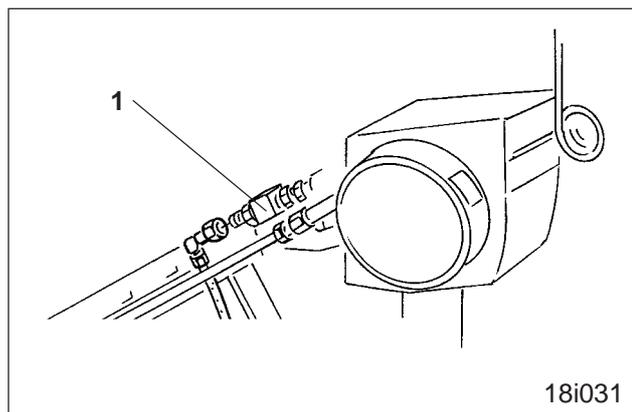
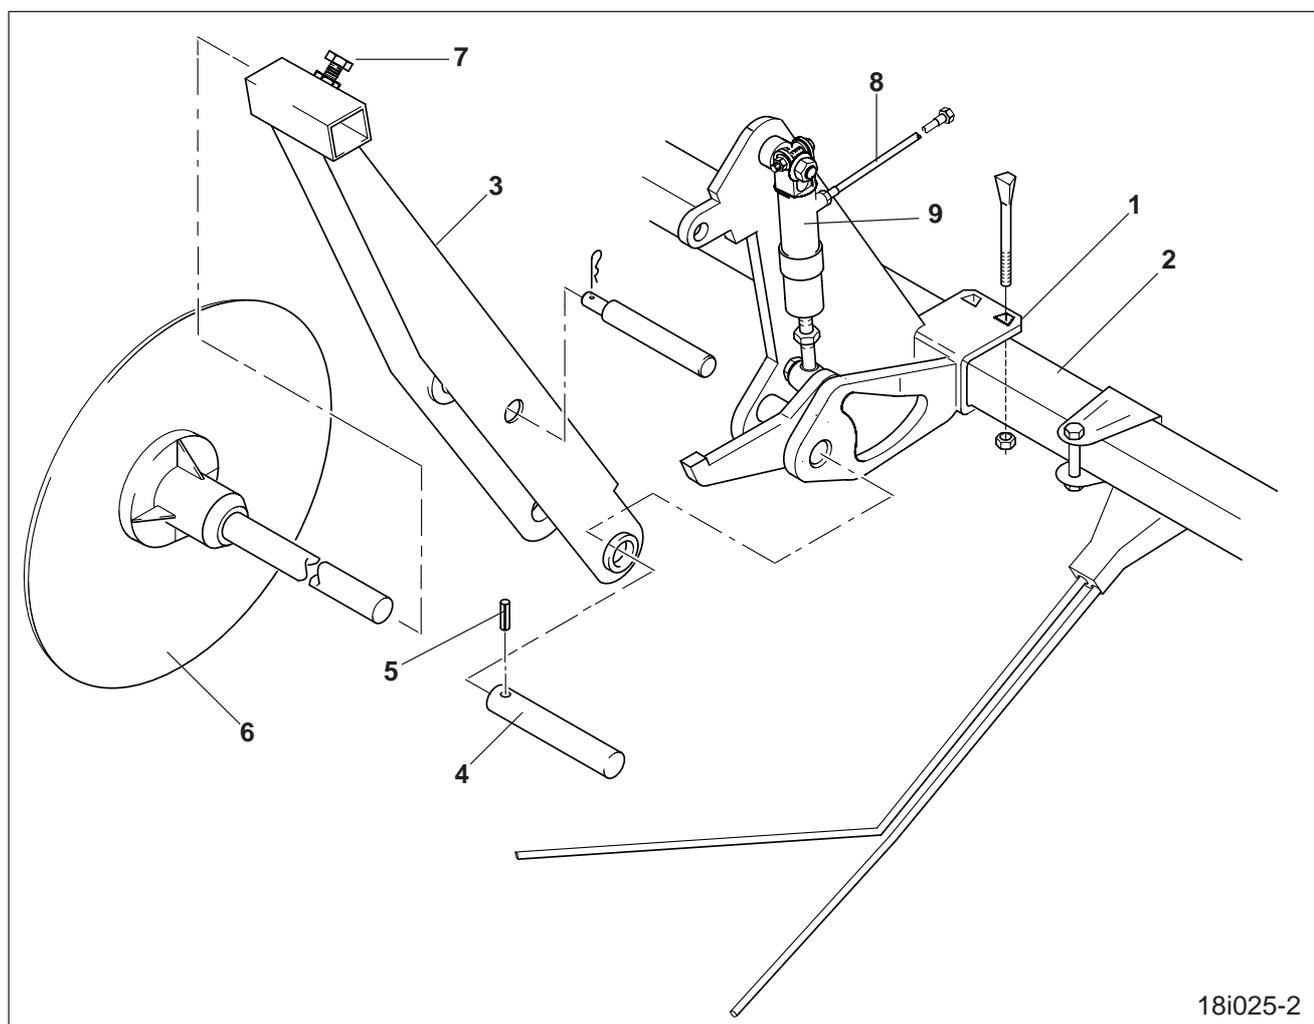

Fig. 19.4
Fig.19.3
- zwei Anbauträger (Fig. 19.3/1) am Exaktstriegel befestigen
- Spurscheibenträger (Fig. 19.3/3) mit Bolzen (Fig. 19.3/4) und Spannstift (Fig. 19.3/5) abstecken und sichern
- Spurscheiben (Fig. 19.3/6) in die Spurscheibenträger (Fig. 19.3/3) stecken und mit Skt.-Schrauben (Fig. 19.3/7) festklemmen
- Hydraulikschläuche (Fig. 19.3/8) an beiden Hydraulikzylindern (Fig. 19.3/9) anschließen
- am Schaltkasten der Särad-Fahrgassenschaltung befindet sich ein Steuerventil (Fig. 19.4/1). Hydraulikschläuche (Fig. 19.3/8) an einem T-Anschlussstück zusammenführen und am Steuerventil (Fig. 19.4/1) anschließen